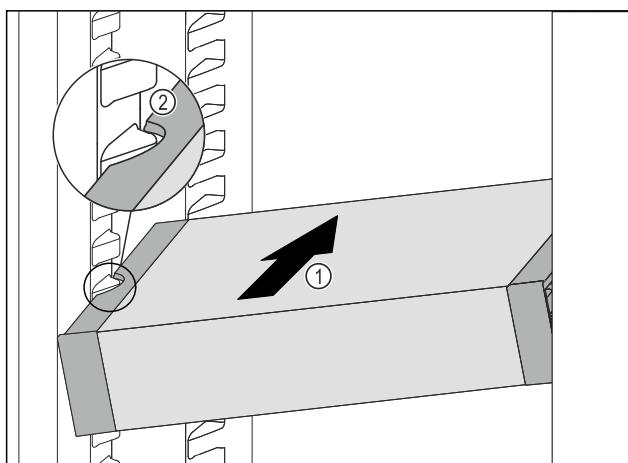

Fig. 107
- Insérer le VarioSafe en biais dans la partie réfrigérateur Fig. 107 (1) jusqu'à ce que les encoches latérales Fig. 107 (2) du VarioSafe se trouvent à la hauteur de la nervure du bac dans la partie réfrigérateur.